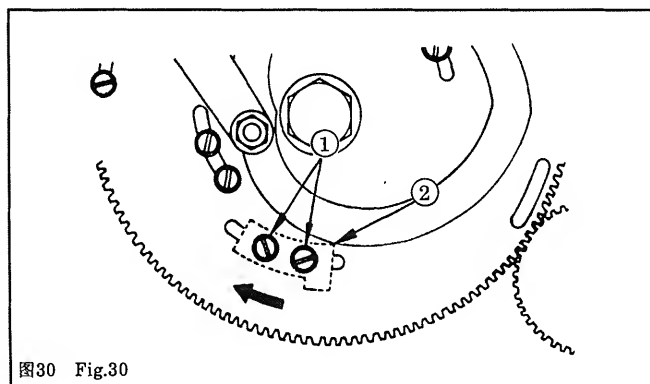

图30 Fig.30
27. 切刀时间的调节 图30
27. TIMING FOR DROPPING THE KNIFE Fig.30